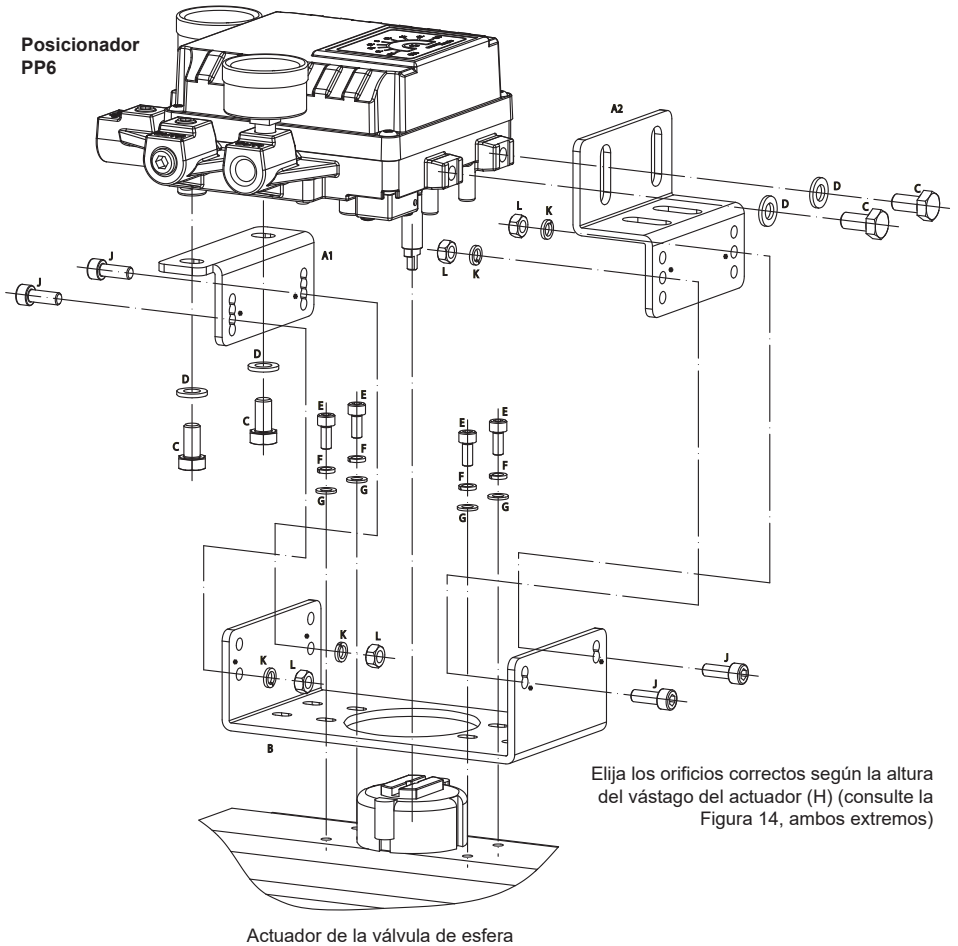

Fig. 13 Posicionador y kit de montaje
1. La altura del vástago del actuador Spirax (BVA300) es de 30 mm; monte los soportes como se muestra en la Fig. 13.
2. Al realizar el montaje, debe fijar la posición de giro como se indica en la Fig. 13, especialmente importante para actuadores de doble efecto.